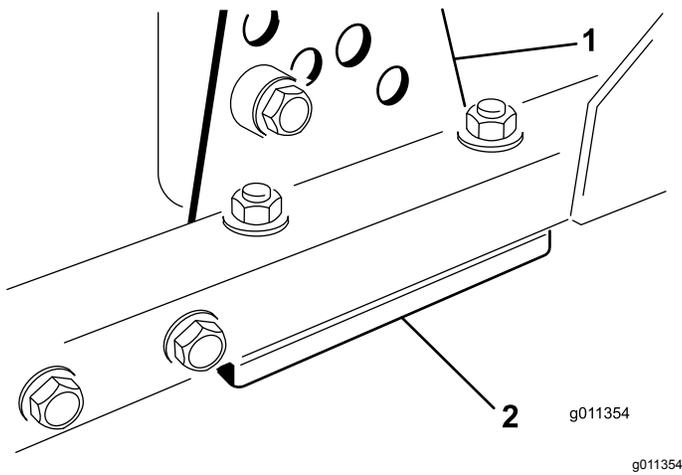

Bild 58
1. Entfernen Sie die Schnitthöhen-Einstellhalterung (vorne, links oder rechts) vom Mähwerkrahmen (Bild 58).
2. Führen Sie 1,5-mm- und/oder 0,7-mm-Beilagscheiben zwischen dem Mähwerkrahmen und der Halterung ein, um die gewünschte Schnitthöhe zu erhalten (Bild 58).